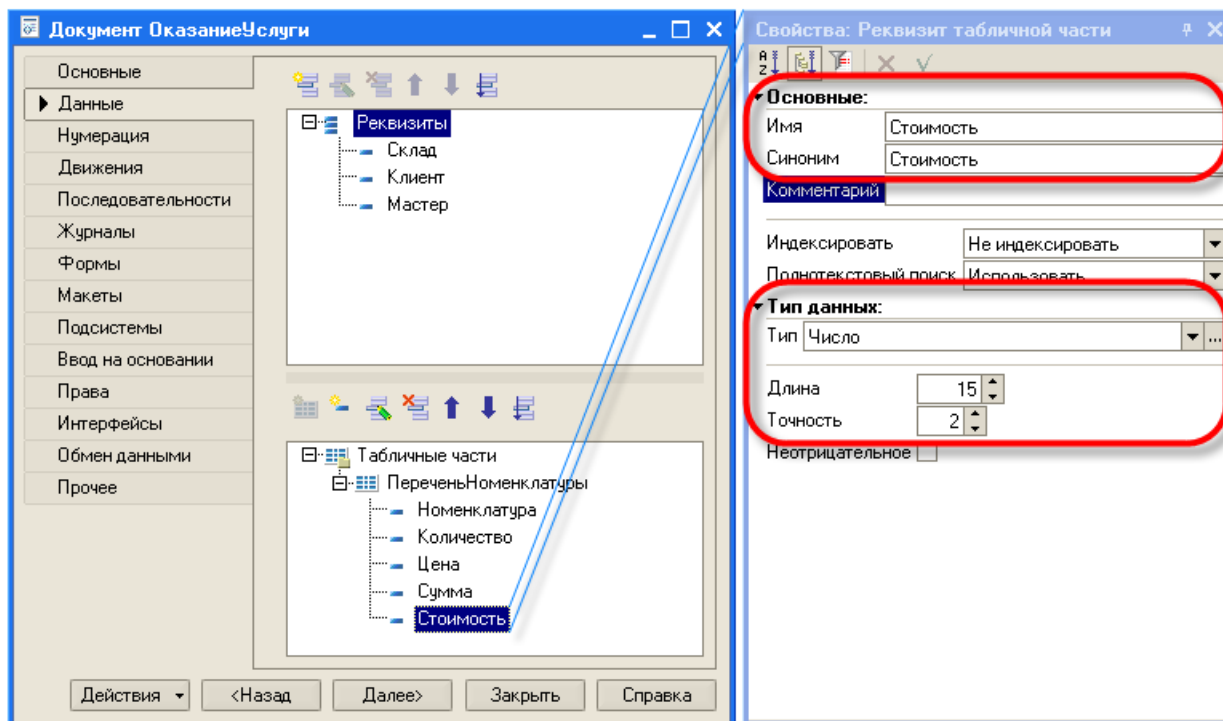

Рис. 6. Изменение документа «ОказаниеУслуги»
3. Создайте новый реквизит табличной части документа с именем Стоимость, типом Число, длиной 15 и точностью 2 (рис. 6).